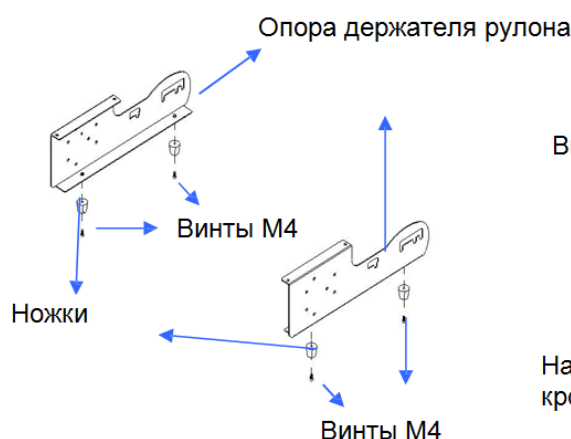

Рис. 2-13
**Шаг 1** 4 пластмассовые ножки поместить под опоры для рулонов. Вставить винты M4 в отверстия в пластмассовой ножке и затянуть ключом под внутренний шестигранник для винтов M4 (рис. 2-13).